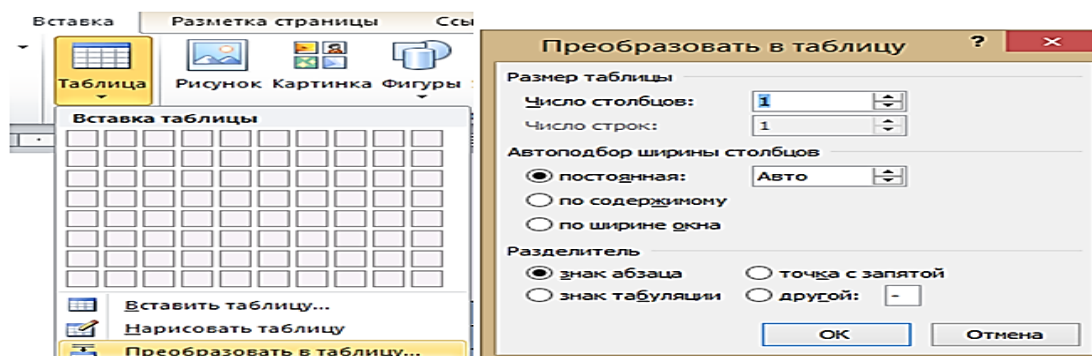

Рис. 62. Преобразование текста в таблицу
2. Щелкнуть кнопку **Таблица** во вкладке **Вставка** и выбрать команду **Преобразовать в таблицу** (рис. 62).